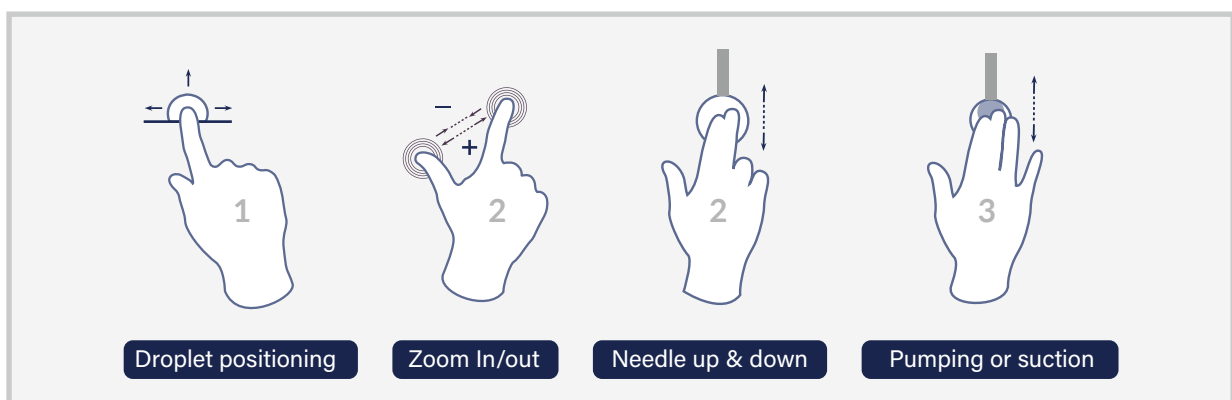

Figure 6. Multi-touch screen guide
3. 주사기 장착법 (Figure 6)은 아래와 같습니다.